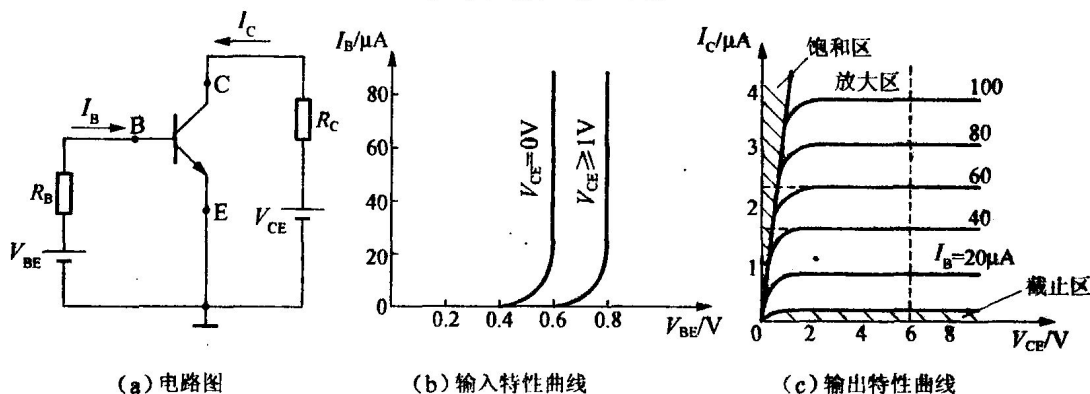

图 2-3
(3) 三极管各极电流之间的关系及电流放大作用。共发射极电路既具有电流放大作用, 又具有电压放大作用。三极管对电流的放大作用, 其外部条件是发射结正偏, 集电结反偏。放大作用的实质是用一个微小的电流变化 ΔI_B 去控制较大的电流变化 ΔI_C 。PNP 型三极管与 NPN 型三极管的工作原理相同, 只是在电路连接时, 要注意其电压极性和电流流向的不同。
(4) 三极管的特性曲线。共发射极输入和输出特性曲线如图 2-3 所示。三极管的共发射极输入特性曲线是指 V_{CE} 为某一定值时, 输入电流 i_B 与输出电压 u_{BE} 之间的关系曲线。即: